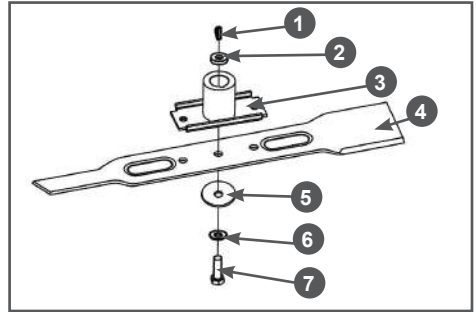

Рис. 28 Установка ножа
2. С помощью соответствующего инструмента открутите болт 7 крепления ножа и снимите нож (Рис. 28).
3. Снимите с вала двигателя адаптер 3 ножа и втулку 2 адаптера (Рис. 28).
4. Убедитесь в том, что шпонка 1 адаптера на месте и не имеет повреждений (Рис. 28). Во избежание утери шпонки во время заточки ножа или других работ по обслуживанию газонокосилки извлеките шпонку из шпоночного паза и уберите в надёжное место.
7. Установите все детали на место в порядке, обратном снятию. Схема установки показана на Рис. 28. 8. Зафиксируйте нож от проворачивания и надёжно затяните болт 7 крепления ножа (Рис. 28).